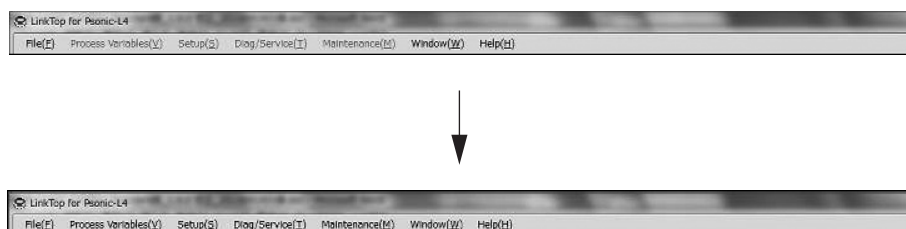

図3-12
- ⑤ 接続が完了すると図3-12のように、メニューが一部使用可（文字の色が黒色）となります。